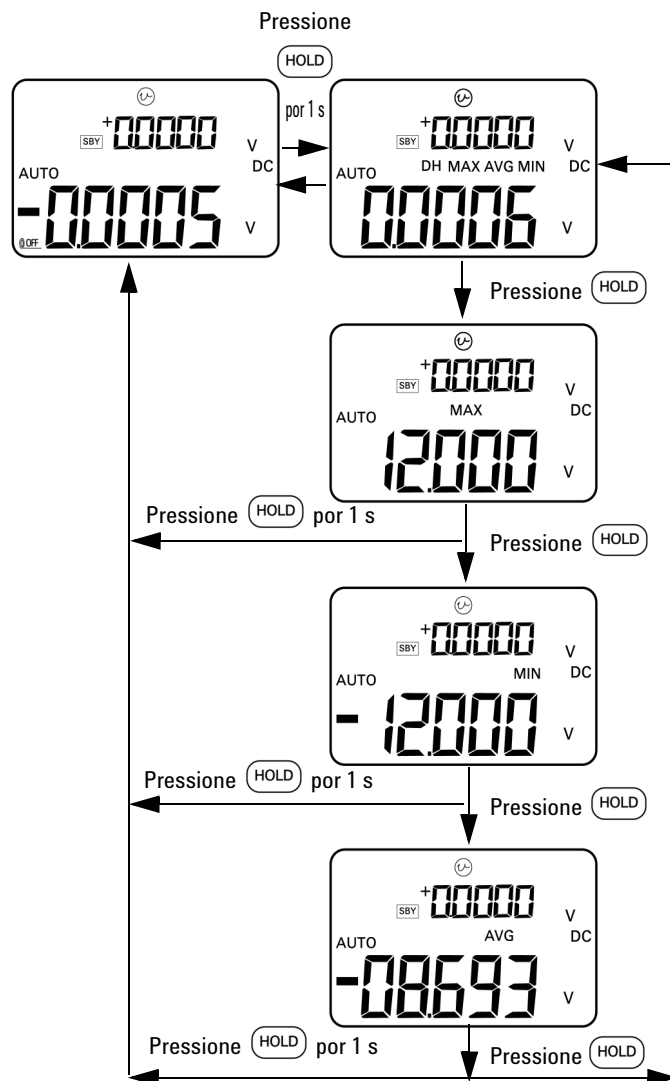

Figura 3-7 Modo de Gravação dinâmica
- 2 Pressione **MAX • MIN** para alternar entre as leituras máxima, mínima, média e atual. Os mostradores **MAX**, **MIN**, **AVG** ou **MAX AVG MIN** surgirão para indicar qual valor está sendo exibido. Consulte a **Figura 3-7 na página 59**.